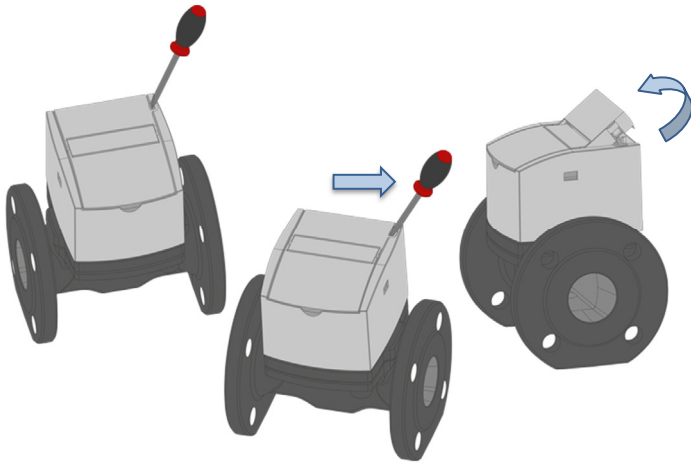

Fig. 28: Rupture du scellé de communication et ouverture du couvercle du module
Étape 1 : retirer le scellé de communication et ouvrir le couvercle du module, comme illustré à la Fig. 28.